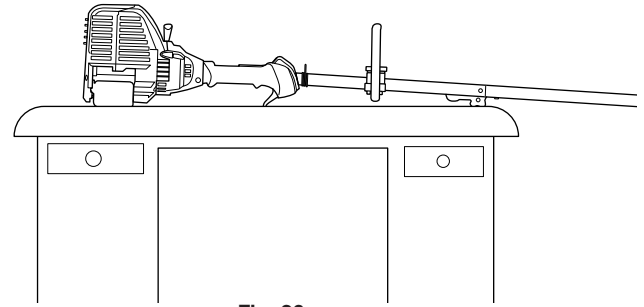

Fig. 26
2. **Régalez l'appareil sur une surface plane**, comme un établi ou une table. Le bouclier de la tête de coupe devrait pendre sur le bord, de sorte que le moteur est de niveau (Fig. 26).